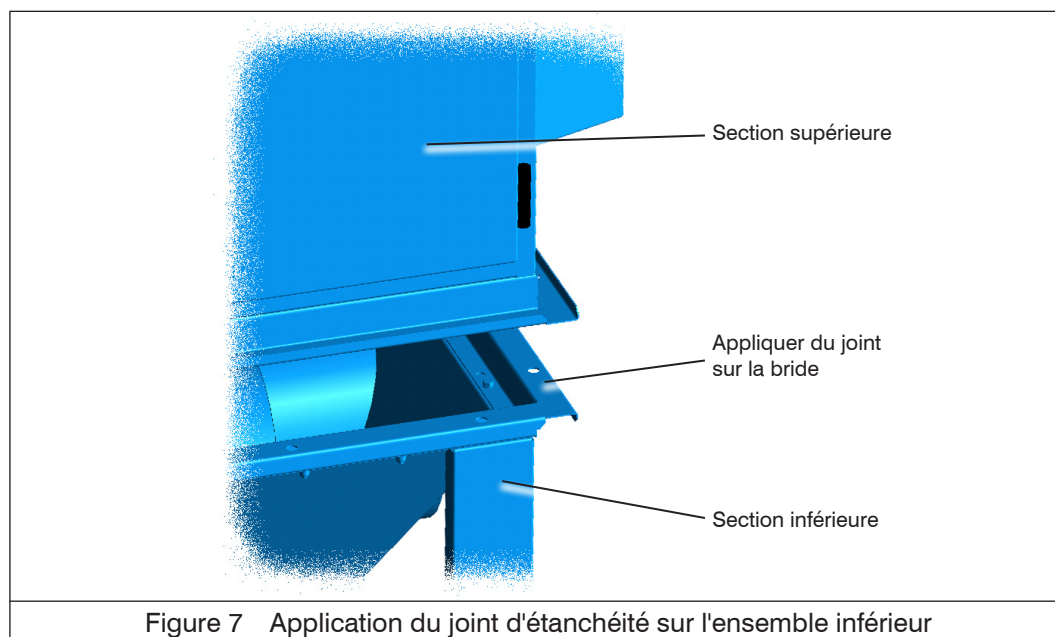

Figure 7 Application du joint d'étanchéité sur l'ensemble inférieur
- 4 A l'aide de la cartouche de joint fournie, appliquez deux couches de joint sur le rebord de montage, de chaque côté des orifices de montage (voir fig. 7).
- 5 A l'aide de la cartouche de joint fournie, appliquez deux couches de joint sur le rebord de montage, de chaque côté des orifices de montage (voir fig. 7).